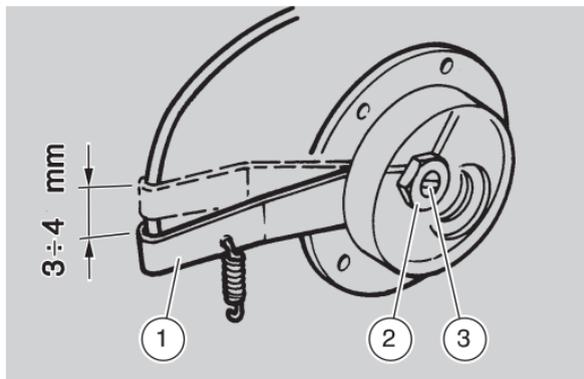

Abb. 20
- die innere Kontermutter mit dem Steckschlüssel im Bordwerkzeug lösen (2 - Abb.20) ;
- die Einstellschraube (3 - Abb.20) drehen, um den richtigen Sollwert des Bremshebelspieles einzustellen;
- eine halbe Umdrehung der Einstellschraube entspricht ungefähr einem Kabelspiel von $3 \div 4$ mm (1 - Abb.20);